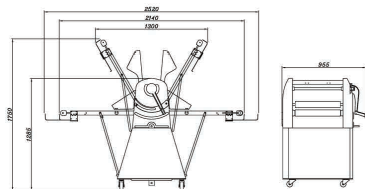

图1 SM-520E外形图
- 2、机器在工作和存放时的外形尺寸如图1、2所示：
- 4、按图1、2中的外形尺寸留足空间后，将酥皮机的四个脚轮刹住，如图片1所示，避免机台因震动而移动。